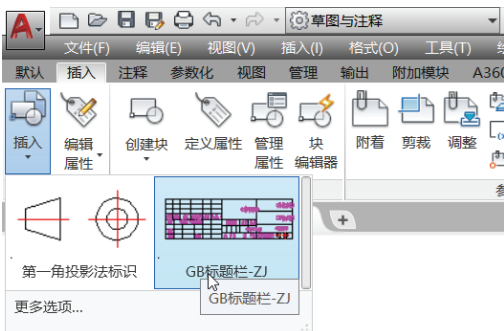

图 9-30 在块列表框中选择所需块
- 2 在功能区“插入”选项卡的“块”面板中单击“插入”按钮，打开一个块列表框，如图 9-30 所示，选择“GB 标题栏-ZJ”块。